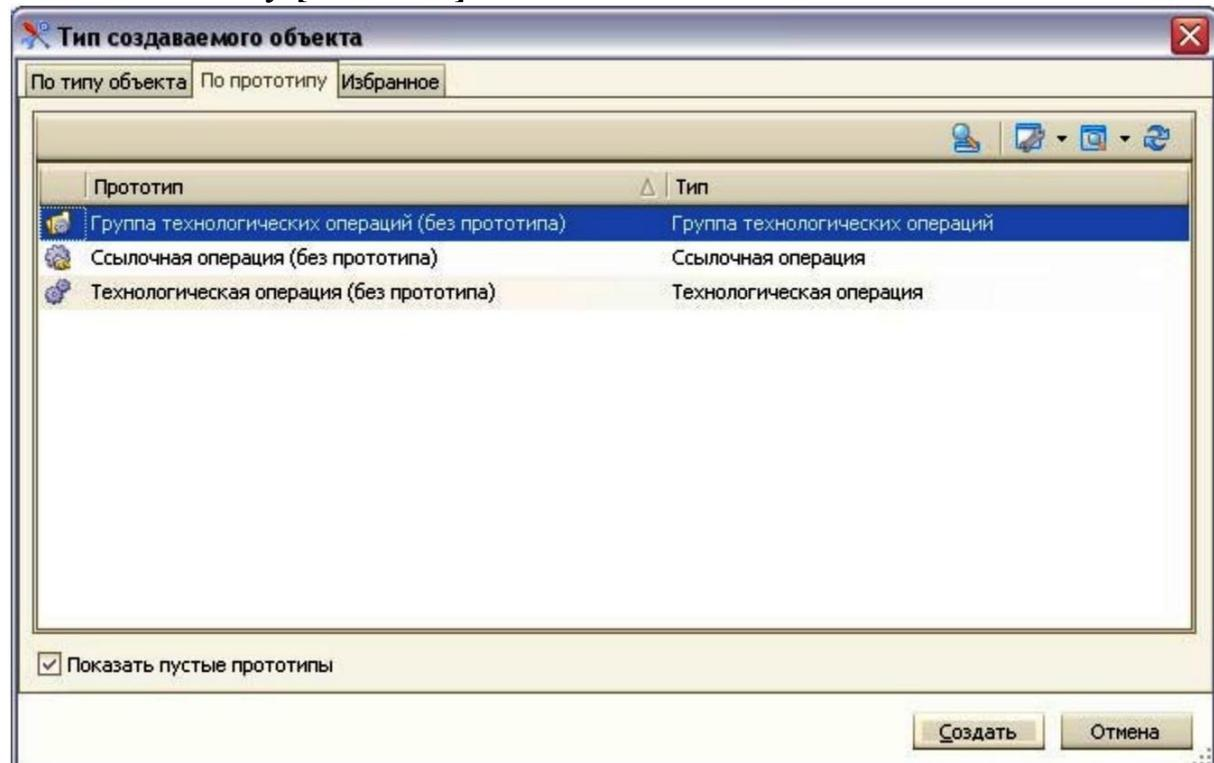

Рис. 23 Окно «Тип создаваемого объекта»
6. В появившемся окне «Тип создаваемого объекта» (рис. 23) выберите необходимый тип (прототип) создаваемого объекта и нажмите кнопку [Создать].
*Объект может создаваться на основе типа и прототипа. Для выбора типа или прототипа создаваемого объекта используется диалог «Тип создаваемого объекта» (рис. 23). В диалоге представлены все зарегистрированные в справочнике типы, которые могут быть использованы для создания объектов на данном уровне иерархии (исключая абстрактные), а также созданные на их основе прототипы.*
4. В появившемся окне «Тип создаваемого объекта» (рис. 23) выберите необходимый тип (прототип) создаваемого объекта и нажмите кнопку **[Создать]**.